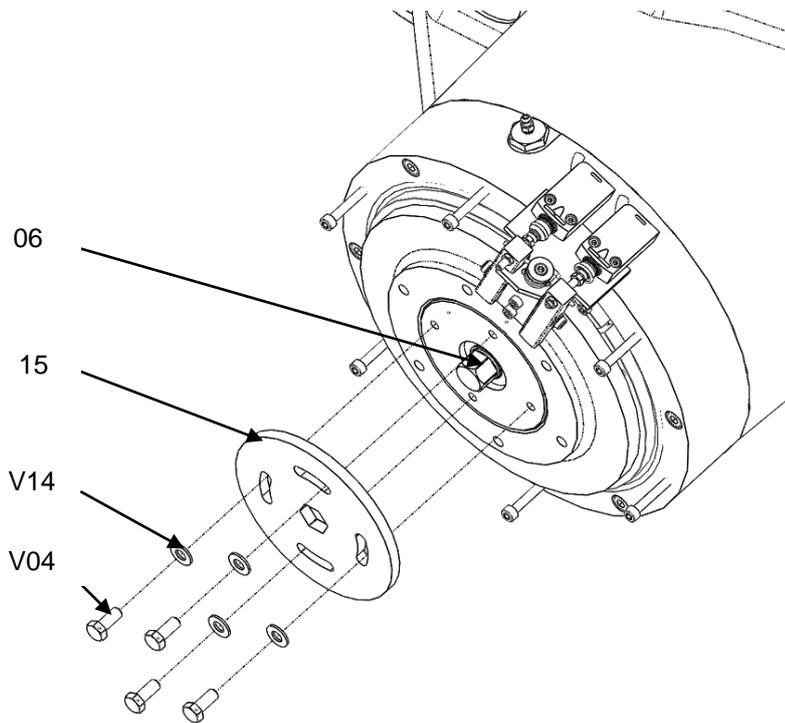

Bild 5.4
4. Lösen und entfernen Sie die 4 Inbusschraubenschrauben **V04** und die 4 Unterlegscheiben **V14** Bild 5.4.
5. Entfernen Sie die Sicherungsscheibe **15**, um die Schraube für die Verschleißüberwachung **06** freizulegen Bild 5.4.
2. Entfernen Sie die Abdeckung mittels der Schrauben **V04** und der Unterlegscheiben **V14** Bild 5.4, siehe Kapitel 5.3.